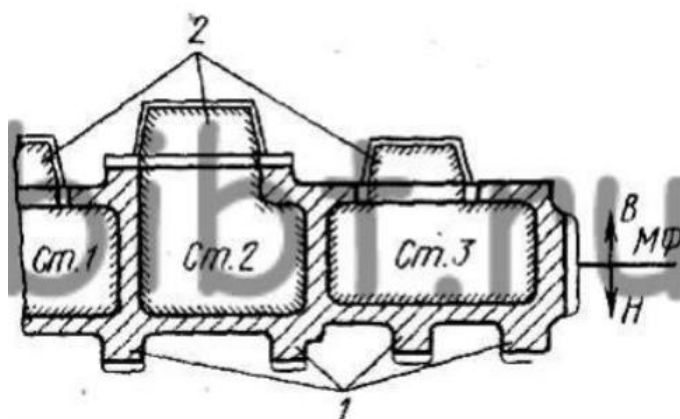

Рисунок 1 Графическое изображение технического решения
1. Ответственные части (например, плоскости скольжения, качения 1) отливок располагать в нижней части формы по отношению к плоскости заливки, даже если это связано с повышением трудоемкости изготовления (см. рисунок 1, стержни 2 крепятся (приклеиваются или др.) в верхней полуформе).